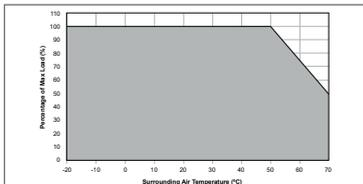

Fig. 5. Output Load De-rating
- $> 50^\circ\text{C}$  de-rate power by 2% /  $^\circ\text{C}$  (Refer to Fig. 5).
- 入力電圧によるディレーティング特性（図 5 参照）。